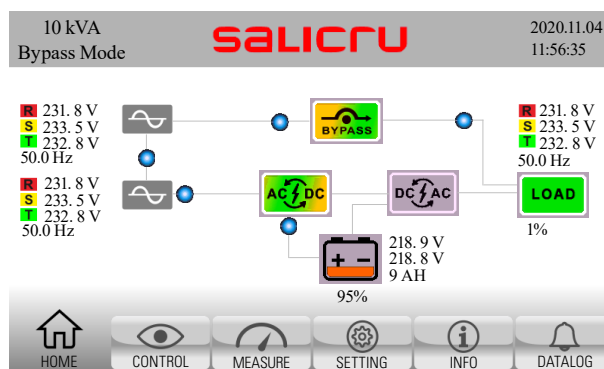

Fig. 55. Écran principal en mode bypass. Le flux d'énergie passe de l'entrée de bypass à la sortie directement, à travers l'interrupteur statique de bypass.
2. Les charges sont alors alimentées directement depuis la ligne de bypass statique. Vérifier que le synoptique de l'équipement correspond à celui de la Fig. 55 (équipement en mode bypass).
11. L'alarme <3A> **maintain is open** (Contact bypass de maintenance ouvert) disparaît. Vérifier que le synoptique de l'équipement correspond à celui de la Fig. 55 (équipement en mode bypass).
- b. L'onduleur passe automatiquement du mode attente au mode bypass, les charges sont alors alimentées directement depuis la ligne de bypass statique. Vérifier que l'alarme <0B> EPO active (EPO activé) disparaît. Vérifier également que le synoptique de l'équipement correspond à celui de la Fig. 55 (équipement en mode bypass).